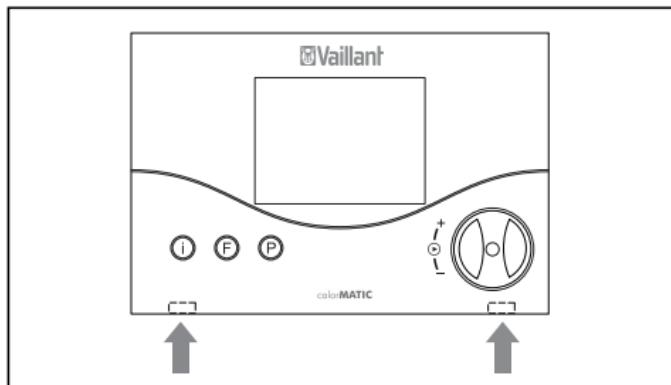

Fig. 4.1 Oplåsning af indgrebskrogene
- Tryk forsigtigt indgrebskrogene til side med en skruetrækker (fig. 4.1), træk termostaten af fremad.